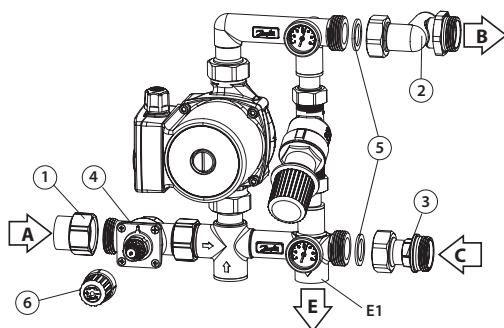
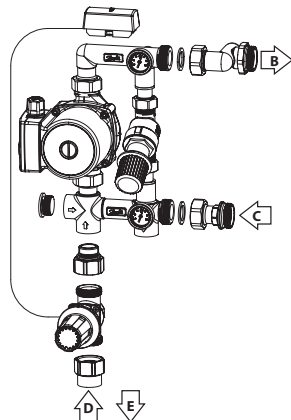
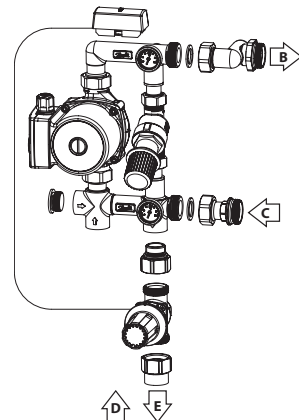

图2
图4: RA-C阀门一次侧供水垂直安装
图5: RA-C阀门一次侧回水垂直安装
1. 将活接①②③及密封垫片⑤从混水中心拆下备用，见图2。
2. 将图中所示活接①装到一次侧供水管A上。再将活接①与RA-C控制阀④进行连接，并用不小于 85 Nm的力矩拧紧螺母，该活接与RA-C控制阀的连接为硬密封，连接时勿需使用任何密封材料，见图2。
3. 将图中所示活接②③分别装到二次侧供水管B和二次侧回水管C上或丹佛斯分集水器上，再将活接与混水中心连接，密封材料为产品附带的密封平垫片⑤，并用 30-40 Nm 的力矩拧紧螺母。见图2。
4. 将一次侧回水端E1与一次侧回水管E相连，见图2。
5. 移除蓝色保护帽⑥，见图2。
参考图2, 图4, 图5结构, 可选择将分集水器安装于混水中心左侧。